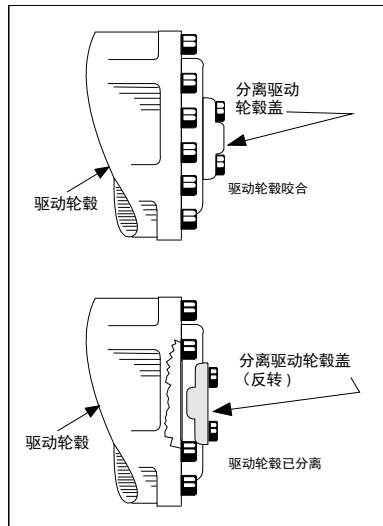

图 4-7. 分离驱动轮毂
2. 反向旋转驱动轮毂盖以分离驱动轮毂。（参见图 4-7。）牵引机器后，完成以下步骤：
3. 反向旋转驱动轮毂盖以重新连接驱动轮毂。（参见图 4-7.）